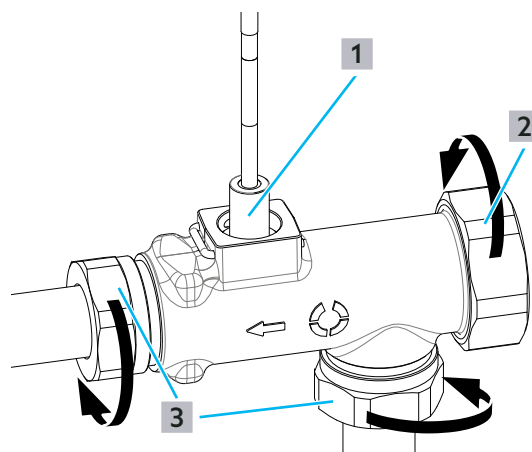

Abb. 24: Volumenstromsensor einbauen
10 Schrauben Sie die Verschlusskappe (siehe Abb. 24 auf Seite 31 (2)) auf dem Zirkulationsanschluss fest.